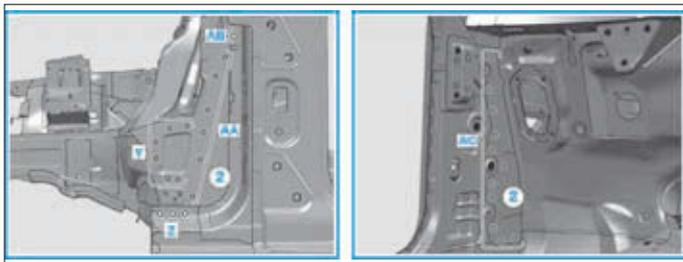

FIG. 45
- Dépointer les points de soudure sur la tôle de fermeture (2) dans les zones (Y, Z, AA, AB et AC) (Fig.45).
- Fraiser les points de soudure sur la tôle de fermeture (2) dans les zones (Y, AA et AC)
- Percer complètement les points de soudure sur la tôle de fermeture (2) avec un foret de Ø 6,7 mm dans les zones (Z et AB).